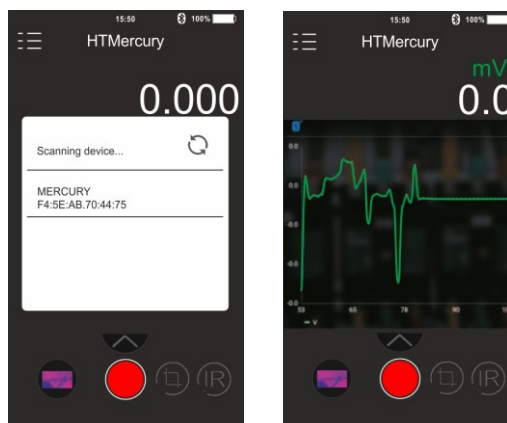
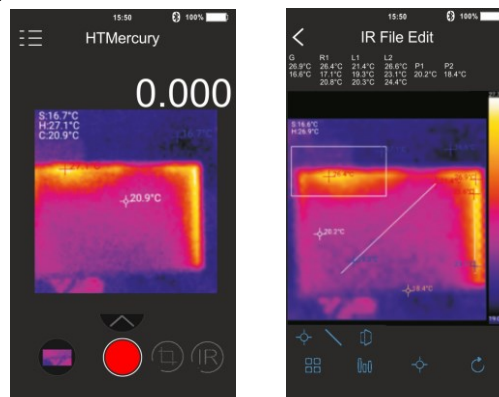

Abb. 44: Kommunikation mit der APP HTMercury
Abb. 45: Anwendungen der APP HTMercury
4. Suchen Sie nach dem Gerät in der APP (siehe Abb. 44 – linke Seite).
5. Die Echtzeit-Anzeige des Eingangssignals vom Gerät ist auf dem Mobilgerät verfügbar (siehe Abb. 44 – rechte Seite), und es ist möglich, Screenshots zu speichern und Aufzeichnungen aus den internen Menüs der APP zu aktivieren/speichern. Es ist auch möglich, Screenshots von thermografischen Bildern zu speichern und Gegenstände für erweiterte Analysen einzufügen (siehe Abb. 45). Weitere Informationen finden Sie in der Online-Hilfe der APP